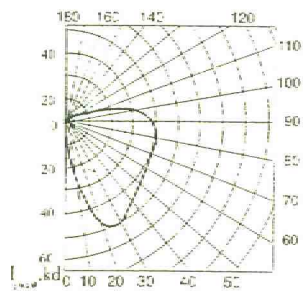

Рис.2
2.1. Распределение силы света светильников показано на рис.2. Тип кривой силы света для верхней полушеры – синусная, для нижней полушеры – равномерная.